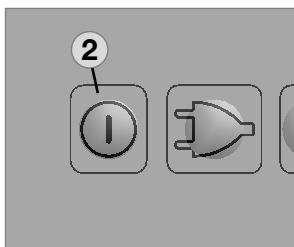

Abb. 46
- MES und AES Modelle werden über die Taste (2) ausgeschaltet. Halten Sie die Taste (2) für **3 Sekunden** gedrückt. Die Anzeige erlischt und das Gerät ist komplett abgeschaltet (Abb. 46).